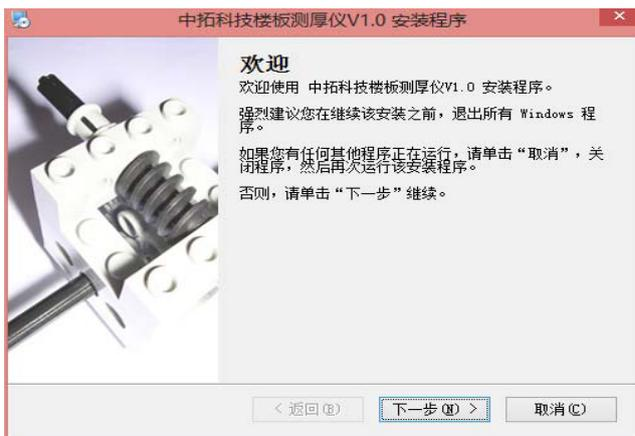
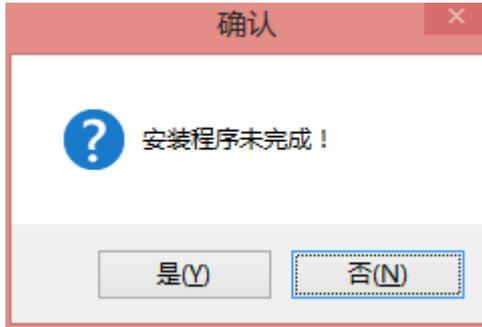
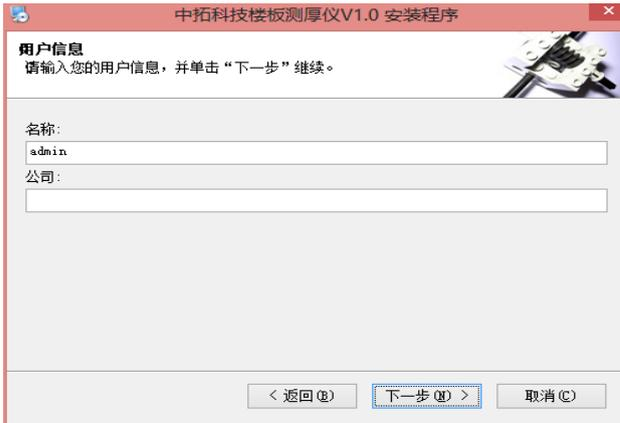

图 4-1
图 4-2
图 4-3-1
打开安装光盘,双击中拓科技楼板测厚仪分析软件 V1.0 光盘中的 Setup 图标,计算机出现如图 4-1 的安装界面。点击 **下一步** 则进入下一步安装界面;点击 **取消** 则出现退出软件安装界面(如图 4-2),点击图 4-2 中的 **否** 返回图 4-1 的安装界面,点击 **是** 则软件退出安装。
1、进入图 4-3-1 安装界面，可输入用户信息，不输入则点击**下一步**，进入图 4-3-2 在此界面点击**更改**可以更改程序的安装路径，点击**下一步**开始安装，进入图 4-3-3，点击**下一步**进入图 4-3-4，点击**返回**则返回图 4-3-1 界面，点击**取消**则返回图 4-2 界面。